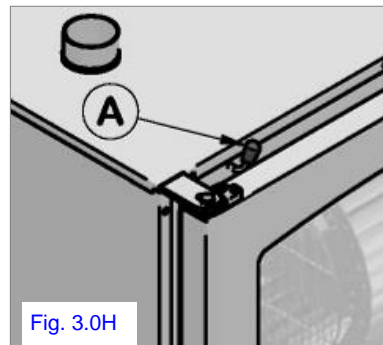

Fig. 3.0H
**3.0H Valvola sfiato camera :** ha la funzione di regolare l'umidità all'interno della camera di cottura e viene attivata manualmente tramite il pomello (A), situato sopra la porta. (Fig. 3.0H).